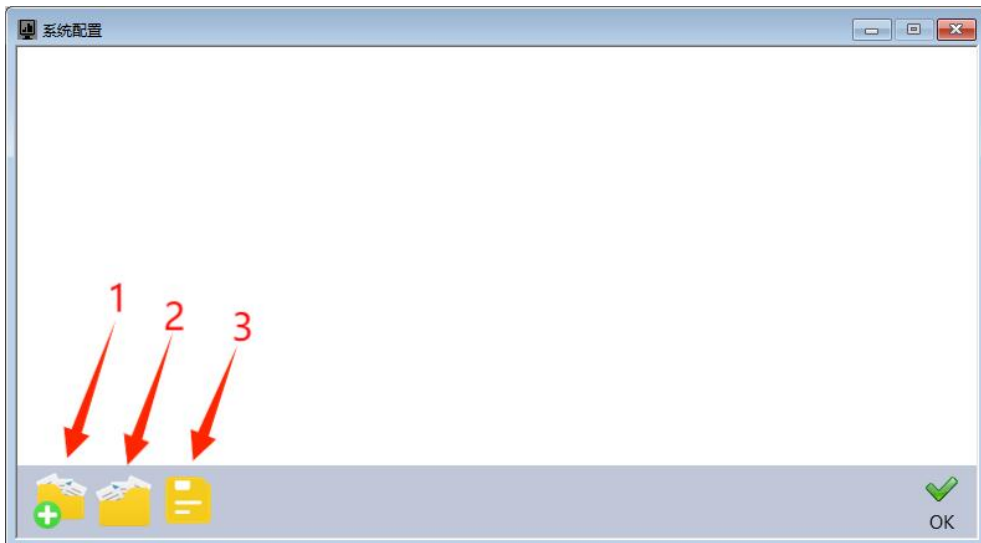

图 2
1.2 点击“Test Setting”按钮（Ctrl+N），进入系统配置界面，如图 2 所示。